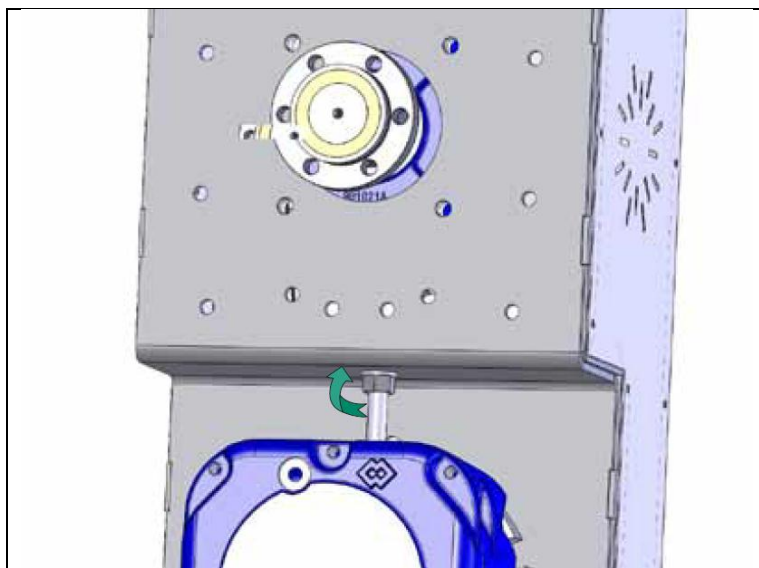

Рис. 4
- отрегулируйте натяжение цепи и затяните болты (рис. 4) с указанным моментом затяжки